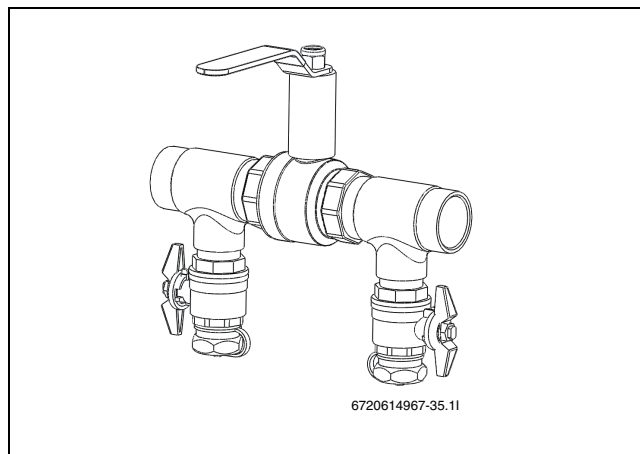

Bild 14 Påfyllnadssats i påfyllningsläge
- Vrid ventilerna på påfyllnadssatsen så att de står i påfyllningsläge ( $\rightarrow$  Bild 14).